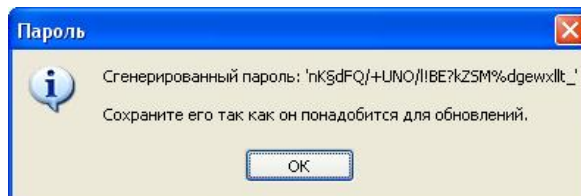

Рис. 4.2.5. Сохранение пароля
- В открывшемся окне *Пароль* нажмите кнопку *OK* (рис. 4.2.5).